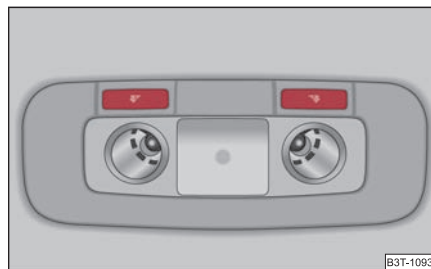

Fig. 66 Escotadura del revestimiento interior del techo: Iluminación del habitáculo y lamparitas de lectura posteriores
- La lamparita de lectura derecha o bien izquierda se enciende o apaga pulsando el conmutador ➡ ⇒ página 70, fig. 66. ■